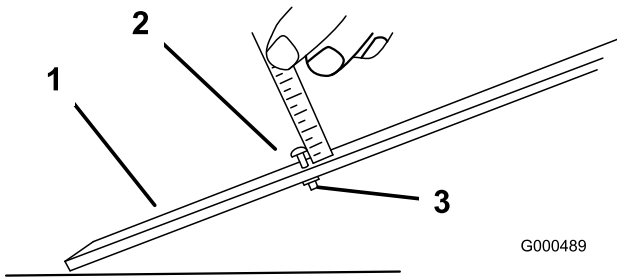

図 16
2. ゲージバーのナットをゆるめ、調整ネジを希望の刈り高に合わせる 図 16。ネジ頭の下からバーの表面までの距離が刈り高となる。